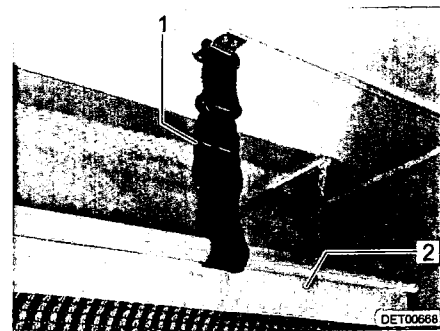

Bild 33 Halterung Sicherungsnetz
Die Sicherungsnetze (Bild 33,2) mit den Haltegurten sind unter der Matratze verstaut. Die Sicherungsnetze erst aufspannen, wenn sich die Personen bereits im Hubbett befinden.
- Haltegurte (Bild 33,1) in die Halterungen an der Decke einrasten.